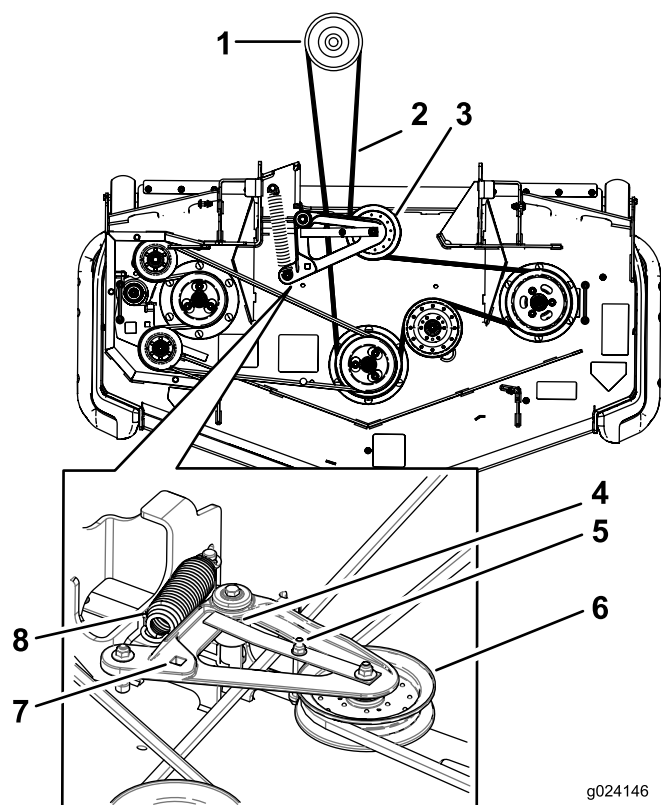

Bild 71
10. Setzen Sie eine Ratsche in das rechteckige Loch ein und verlegen Sie den neuen Riemen um die Riemenscheiben des Mähwerks und um die Spannscheiben (Bild 71).
6. Setzen Sie eine Ratsche in das rechteckige Loch im Spannarm ein, um die Spannung an der Spannscheibenfeder zu lösen (Bild 71).
8. Heben Sie die Riemenführungsnase an und nehmen den vorhandenen Riemen ab (Bild 71).
9. Verlegen Sie den neuen Riemen um die Mähwerk- und Bremsspannscheiben unter dem Motor (Bild 71).
10. Drehen Sie die Riemenführungsnase und stellen Sie sicher, dass sie gegen den Drehzapfenhub anschlägt Bild 71.
11. Setzen Sie die Spannscheibenfeder mit der Ratsche im rechteckigen Loch ein (Bild 71).